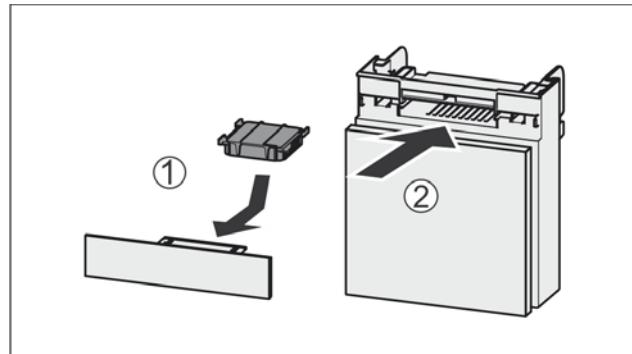

Fig. 148
- Установите фильтр с активированным углем, как показано на рисунке Fig. 148 (1).
► Вставьте отделение Fig. 148 (2).